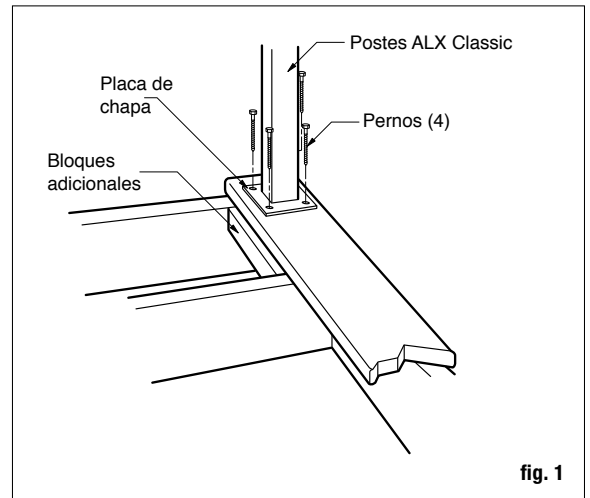

fig. 1
Paso 1 Instale los postes anexando la base de aluminio a la superficie de la terraza. Coloque el poste de forma tal que los bastidores del sujetador encajen en las vigas del piso y asegúrese de que los tablones estén encajados firmemente a la viga en la ubicación de los postes. De ser necesario, utilice bloques de madera como refuerzo debajo de los tablones donde van los postes. Los sujetadores que sostienen la base de los postes a la superficie deben poderse asegurar a las vigas o llaves de refuerzo, no solo a los tablones en sí. *Nota: Al instalar los postes de aluminio sobre una superficie de madera, los tornillos deben estar enroscados al menos 3 pulgadas dentro de madera sólida. Terrazas de 5/4 o 1 1/2 pulgadas no tienen suficiente material para una instalación segura. De ser necesario, agregue material adicional a la parte inferior de la superficie (fig. 1).*
Paso 3 Reposicione el ensamblaje de postes sobre los orificios pretaladrados e inserte los sujetadores (no incluidos).(fig. 1) Sujetadores recomendados: 4 – Tornillos tirafondo de acero inoxidable de 5/16 x 4 pulgadas o más.